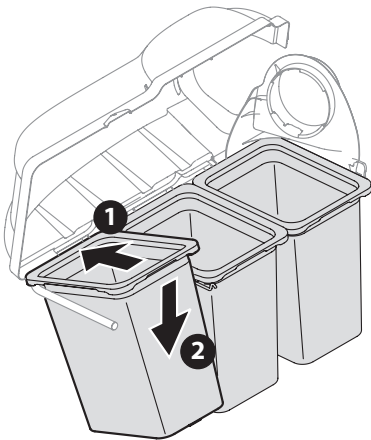

Figura 15
- Instale los bolsa de césped conjunto (3) (664-05104), con el panel de malla apretado orientado hacia el tractor, sobre las ménsulas de soporte de las bolsas insertando el borde delantero primero (1), como se ve en la Figura 15, y ajustando el borde posterior hacia abajo (2) hasta que calce en el conjunto.